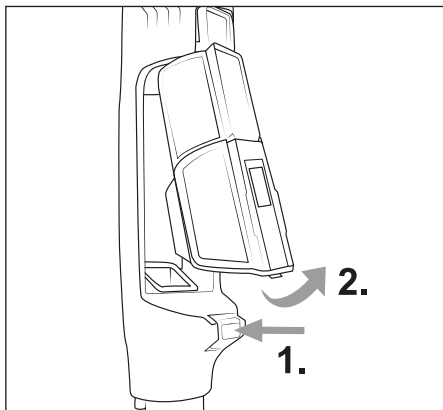

Fig. 14
- 1) For at fjerne støvbeholderen **7** og HEPA-filterbeholderen **5** fra produktet skal du trykke på oplåsningsknappen til støvbeholderen **25**. Tag først støvbeholderen **7** og derefter HEPA-filterbeholderen **5** ud af produktet (se fig. 14).